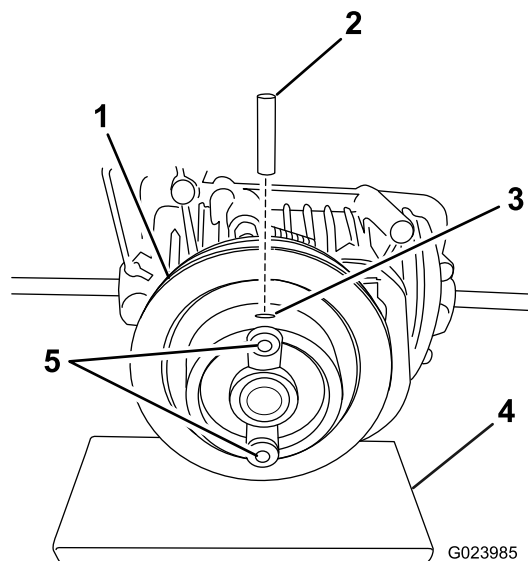

Figura 1
4. Usate un martello e un punteruolo per installare il nuovo perno in uno dei due fori di estremità (Figura 1).
**Nota:** Sostenete la puleggia mentre inserite il perno per evitare di sollecitare eccessivamente l'albero della trasmissione (Figura 1).
5. Installate le due viti incluse nel kit all'interno dei due fori come illustrato in Figura 1.